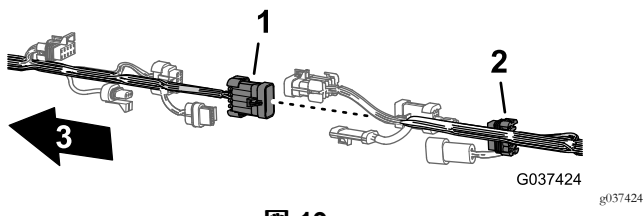

図 19
2. 図 15 図 19 に示すように、前後のワイヤハーネスを接続している6組のコネクタの接続を外す。